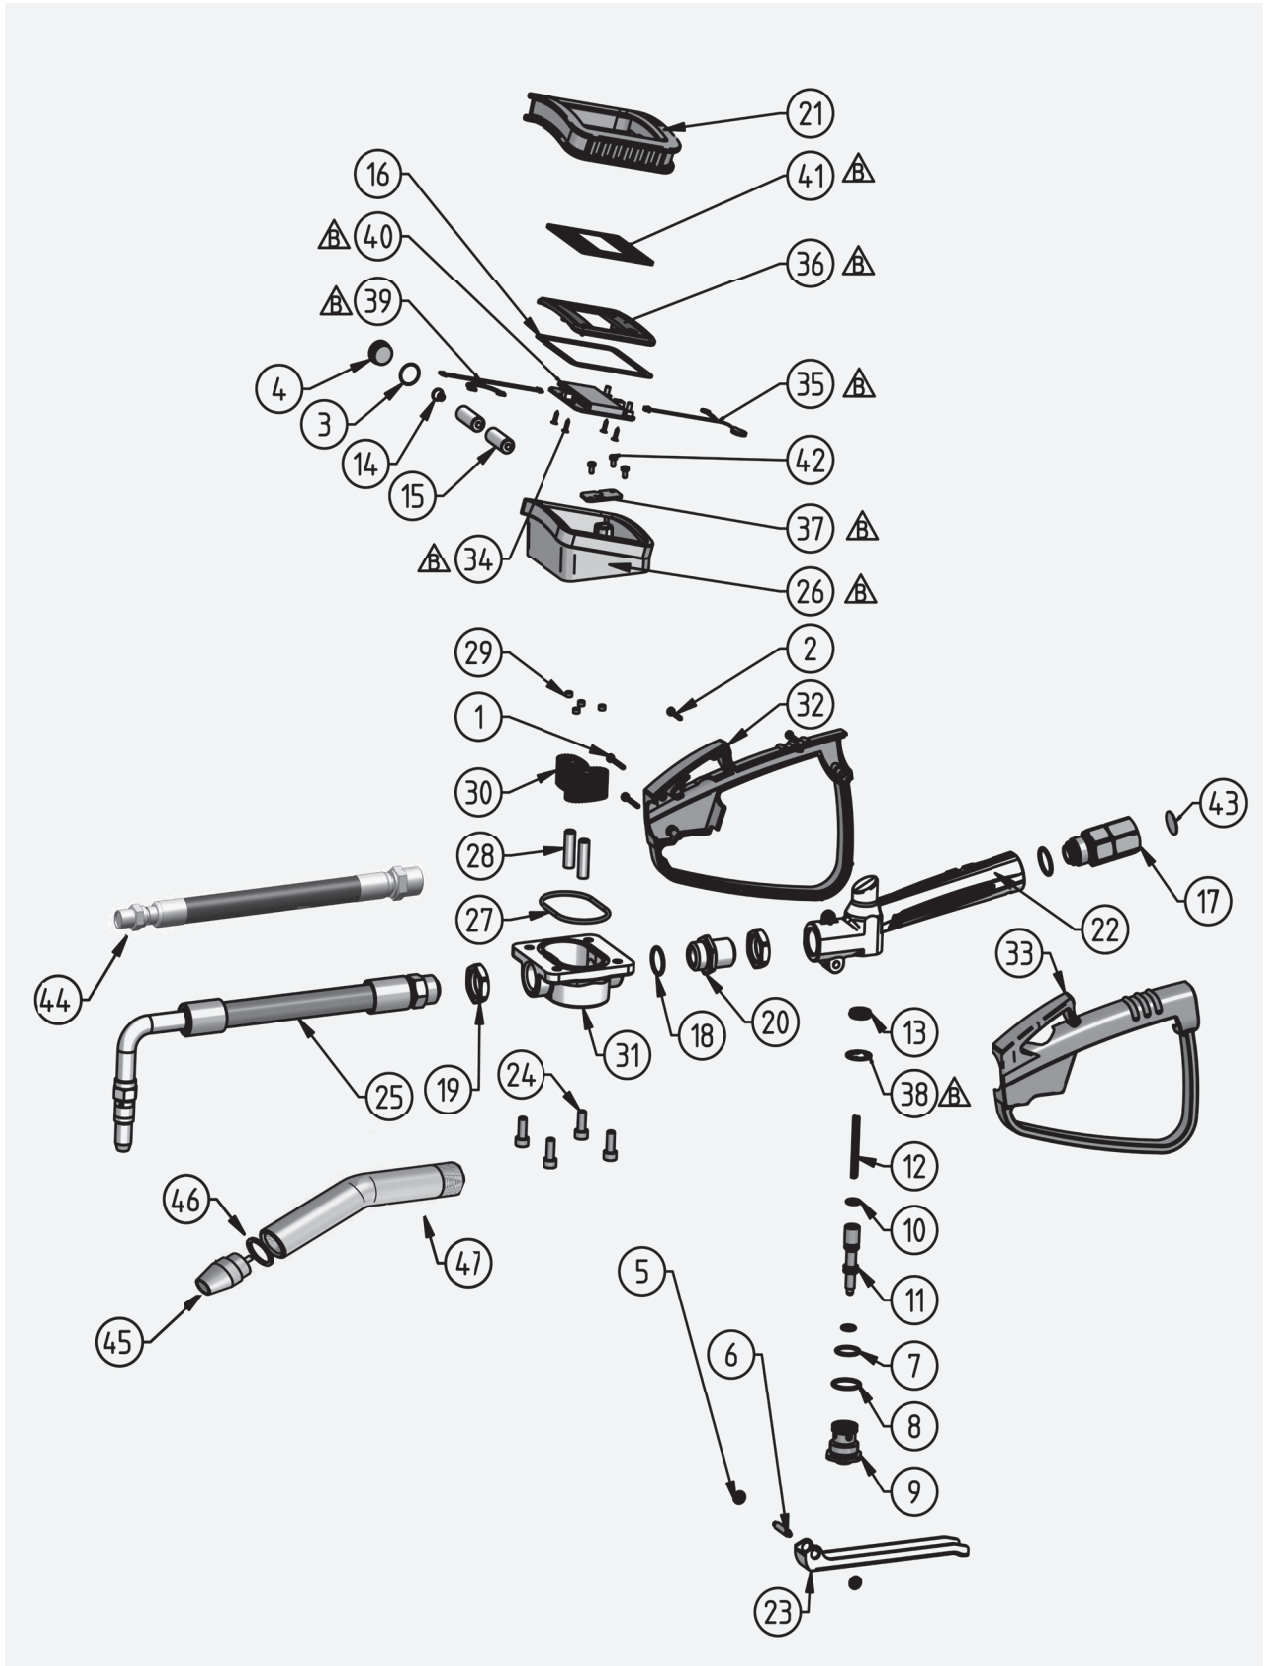

Abb. 15.-1: Explosionsdarstellung Handdurchlaufzähler
- Das Sieb Pos. 43 (Abb. 15.-1) muss von Zeit zu Zeit, je nach Verschmutzung, gereinigt werden.
- Durch vorsichtiges Öffnen der Verschlussschraube Pos. 4 (Abb. 15.-1) können die zwei Batterien je 1,5 V (LR1) entnommen werden.
- Die neuen Batterien Pos. 15 (Abb. 15.-1) anstelle der alten einsetzen und darauf achten, dass die Batteriepole richtig positioniert sind.
- Die Verschlussschraube Pos. 4 (Abb. 15.-1) wieder festschrauben.
Tab. 15.-1: Übersicht der Einzelteile zu Abb. 15.-1